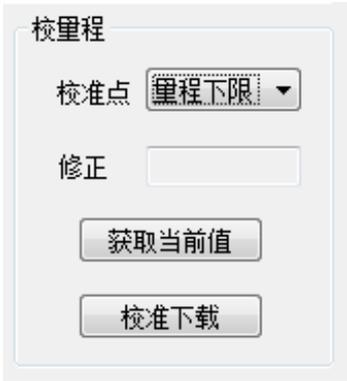

图 5.5 量程校准-校准量程下限
- ① 变送器加标准的量程下限值压力，待压力稳定后，选择校准点“量程下限”，如图 5.5 所示，点击“获取当前值”，在“修正值”中将显示校准数据，点击“下载”，这时实际压力值为量程下限压力值，电流输出为 4 mA。